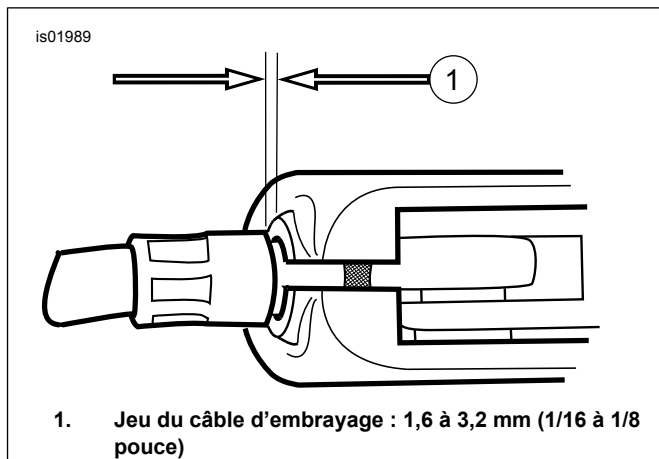

Figure 2. Réglage du câble d'embrayage
- Séparer le réglage de câble de l'écrou de blocage jusqu'à ce que le mou du levier de guidon soit éliminé. Séparer la virole du câble d'embrayage du support du levier d'embrayage pour vérifier le jeu. Tourner le réglage de câble afin d'obtenir un jeu de 1,6 à 3,2 mm (1/16 à 1/8 pouce) entre l'extrémité de la virole du câble et le support du levier d'embrayage comme indiqué à la figure 2.